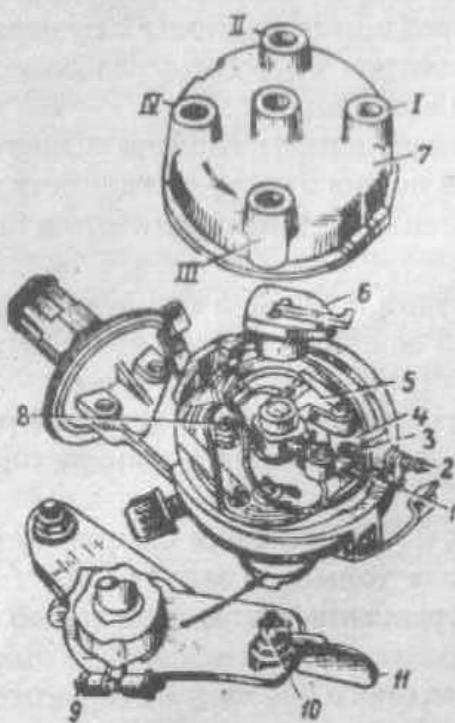

Рис. 10. Прерыватель-распределитель Р114Б:
- сними крышку 7 (рис. 10) распределителя и ротор 6;
Зажигание установлено правильно, если метка МЗ (момент зажигания) на крышке центрифуги совпадает со стрелкой на крышке распределительных шестерен, а ротор распределителя находится строго против электрода крышки распределителя под цифрой 1 (рис. 10).
Если детонация не исчезнет или вообще не прослушивается, то откорректируй момент зажигания с помощью октан-корректора: при сильной детонации вращением регулировочного рычага 11 (рис. 10) стрелку передвинь на несколько делений шкалы в сторону знака "−", при отсутствии детонации — в сторону знака "+", после чего плотно затянни гайку 10.